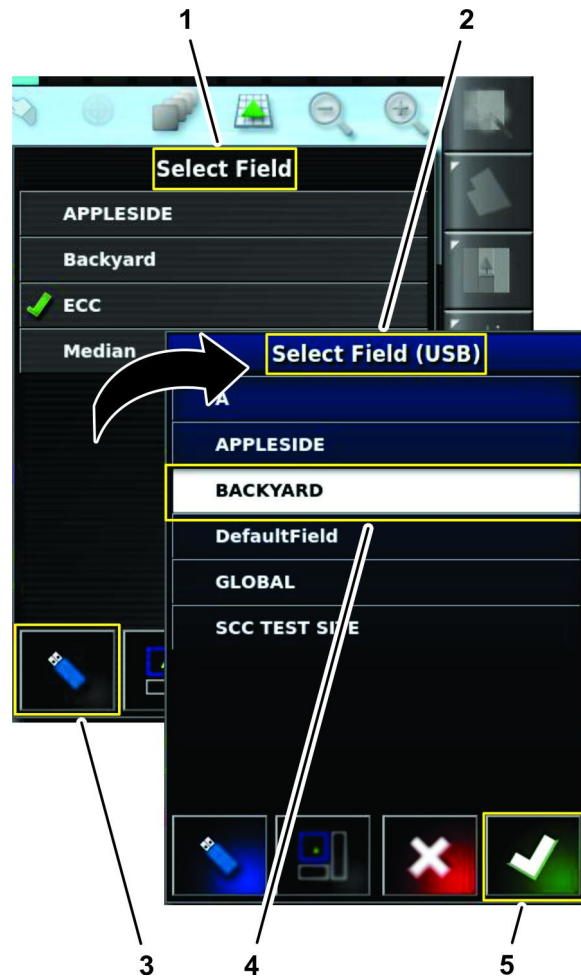

Рисунок 36
1. В списке выбора полей нажмите на значок переключения (Рисунок 36).
2. В списке выбора полей нажмите на значок поля, которое вы будете опрыскивать, и нажмите на значок подтверждения (Рисунок 36).